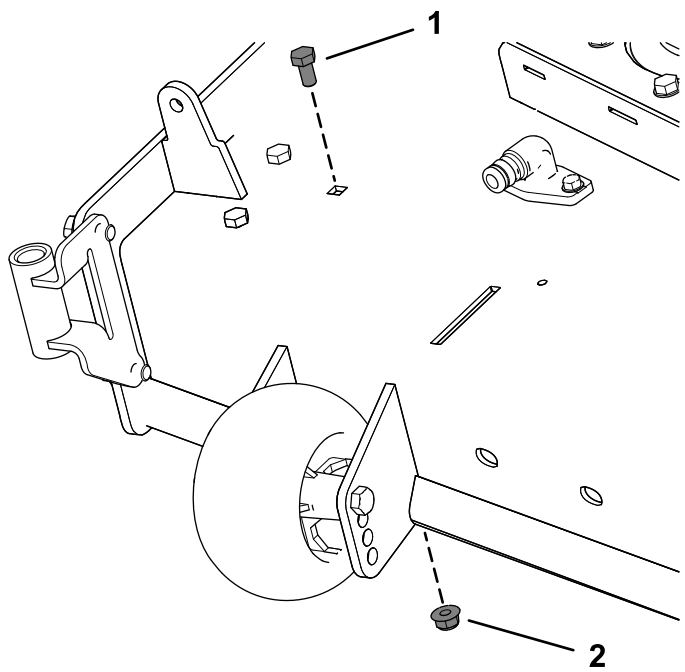

Figura 8
2. Retire el perno y la tuerca existentes de la carcasa de corte (Figura 8).
En carcasas de corte de 137 cm, retire el perno y la tuerca, como se muestra en la Figura 8.